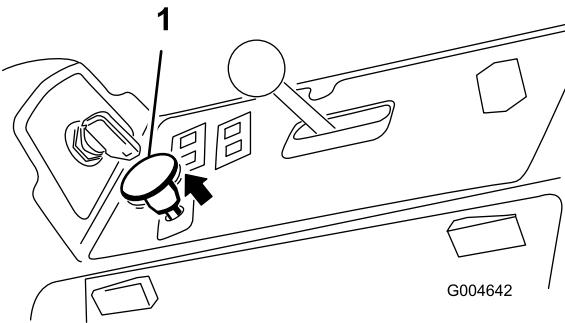

Figure 51
- Tirez sur la commande de PDF pour engager la PDF (Figure 51).